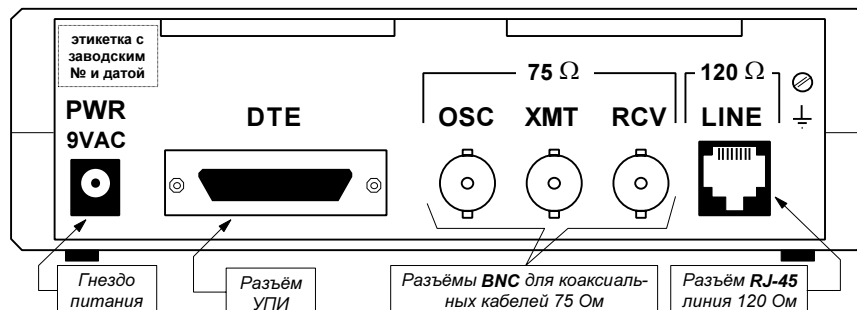

Рис. 10. Задняя стенка модема
Все разъёмы расположены на задней стенке модема, как показано на Рис. 10. Следует обратить внимание, что гнездо для подключения питания конструктивно одинаковое для всех модификаций модема. Напряжение питания модема указано на этикетке рядом с гнездом питания. Назначение контактов разъёмов УПИ модема и физической линии – см. Приложение 1 и Приложение 3 соответственно.
При использовании в качестве линии связи коаксиальных кабелей с волновым сопротивлением 75 Ом (несимметричный интерфейс G.703) их подключение осуществляется к соответствующим BNC – разъёмам модема (см. Рис. 10). Для согласования сопротивления приёмника и передатчика модема с волновым сопротивлением коаксиальных кабелей необходимо изменить положение замыкателей переключек **J6...J8** в соответствии с Табл. 17 на стр.14.
3. Подключить и закрепить фиксирующими винтами разъем интерфейсного кабеля к разъему УПИ, расположенному на задней стенке модема (см. Рис. 10 на стр.15).